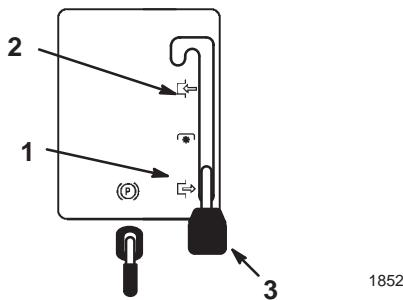

Figure 7
- Mettez la commande des lames (PdF) en position Désengagée (Fig. 7).